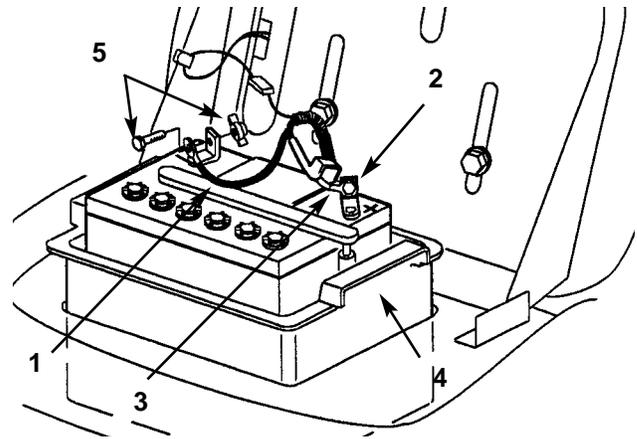
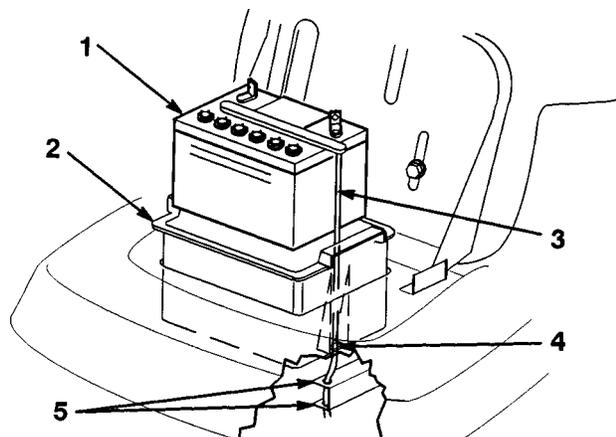

Figure 21
Figure 22
3. Débrancher le câble négatif (noir) de masse de la borne de la batterie (Fig. 21).
4. Repousser la gaine en caoutchouc le long du câble positif (rouge) et débrancher le câble de la borne de la batterie (Fig. 21).
5. Déposer le boîtier de la batterie, la batterie et le long tube d'évacuation du châssis (Fig. 22).
1. Installer la batterie dans le boîtier et glisser le tube d'évacuation dans le conduit et la fente située à la base du boîtier (Fig. 22).
**IMPORTANT: Observer le logement de la batterie dans le châssis et repérer le trou situé au bout du longeron droit (Fig. 22). Toujours faire passer le tube d'évacuation dans ce trou pour éviter que l'acide ne corrode le tracteur et la tondeuse.**
2. Installer le boîtier et la batterie dans le châssis (Fig. 21). Vérifier que l'extrémité du tube d'évacuation se trouve dans le trou du châssis (Fig. 22).
3. A l'aide du boulon et de l'écrou papillon, connecter le câble positif (rouge) à la borne positive (+) de la batterie (Fig. 21). Glisser la gaine en caoutchouc sur la borne.
4. A l'aide du boulon et de l'écrou papillon, connecter le câble négatif (noir) à la borne négative (-) de la batterie (Fig. 21).